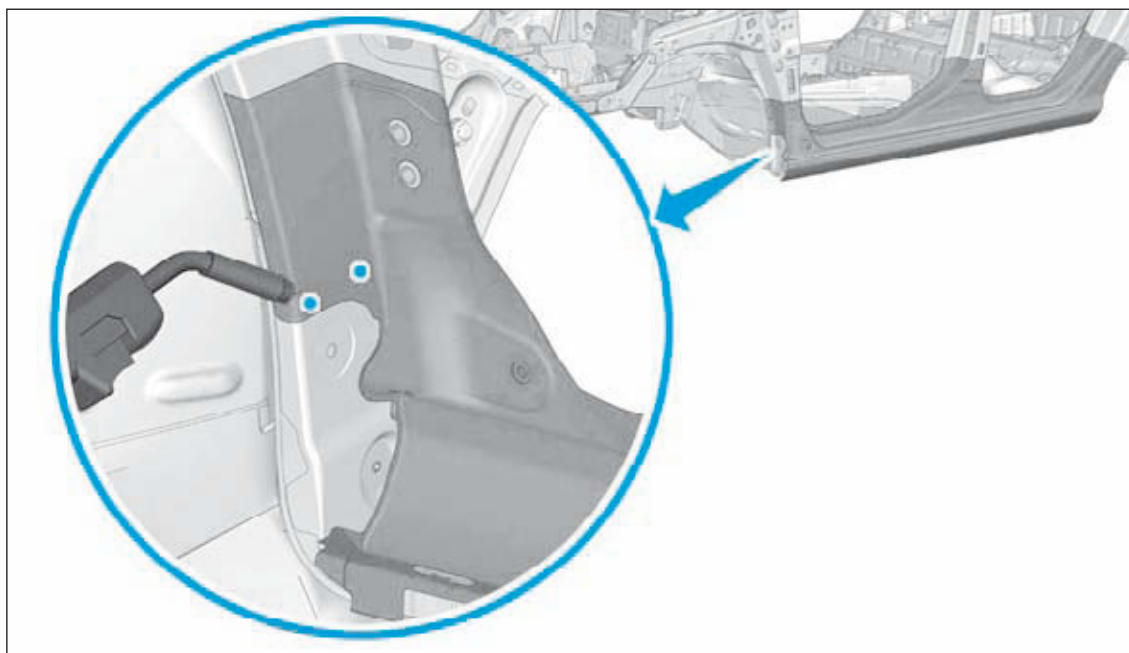

FIG.117
- points bouchons MAG puis meuler les points de soudure (Fig.117),